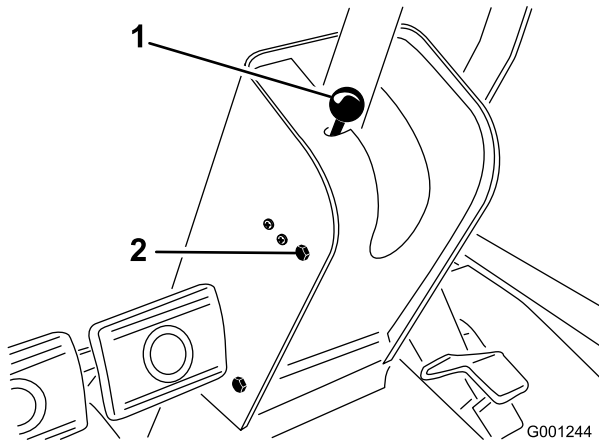

Figura 69
1. Togliete la manopola del freno di stazionamento e le viti dal copripiantone dello sterzo (Figura 69).